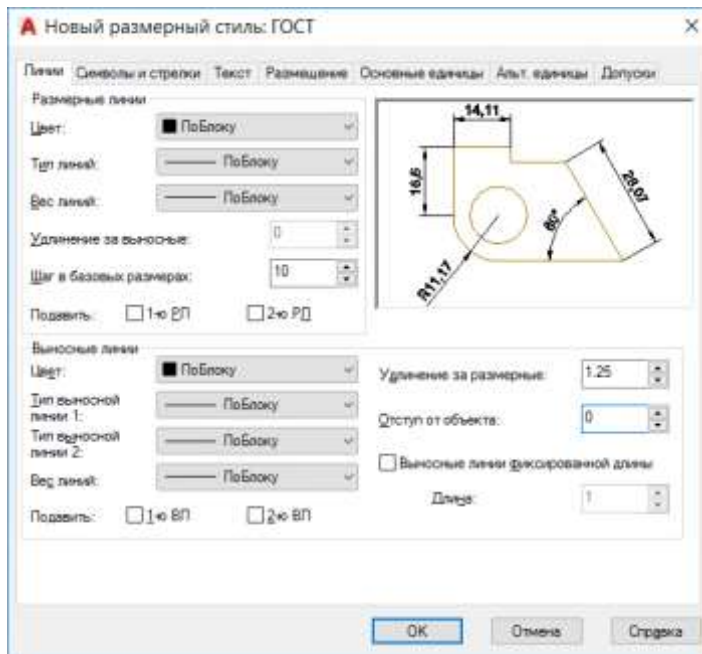

Рис. 1.11
- Вкладка «Линии» (*рис.1.11*) в поле «Шаг в базовых размерах» установите – *10 (расстояние между параллельными размерами)*;